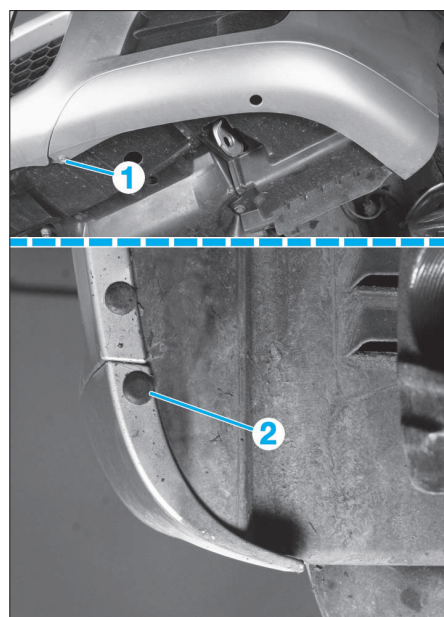

FIG. 3
- le becquet (vis (1) et clip (2)) (fig. 3).
- le clip (3) et les vis (4) du passages de roue (fig. 3 et 4).